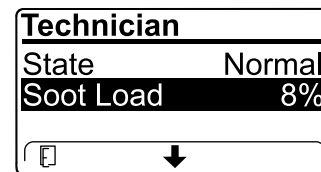

Figura 44
- Vea la carga de hollín que se mide como porcentaje del hollín del DPF (Figura 44); consulte la tabla de carga de hollín.